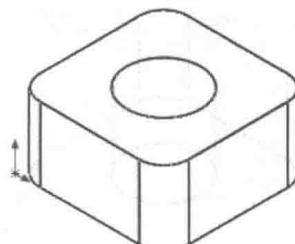

图 1-24 圆角结果
(3) 单击“确定”按钮 \checkmark ，完成圆角操作，结果如图 1-24 所示。